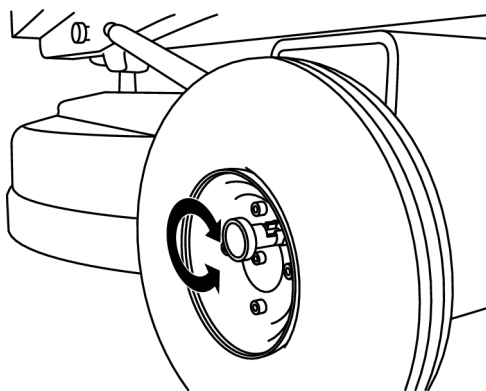

Bild 4-4. Vrida 90 grader
- Vrid låssprinten 90 grader och släpp den för säkrat läge, se Bild 4-4, sidan 18.